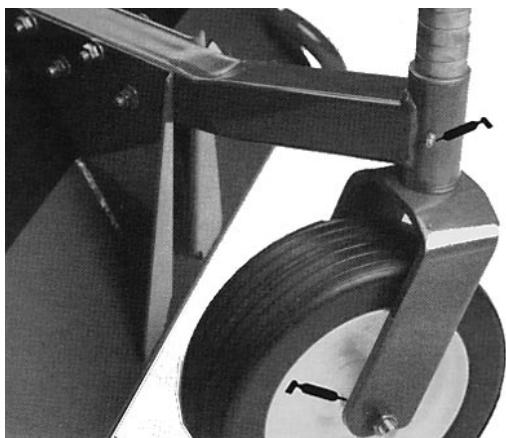
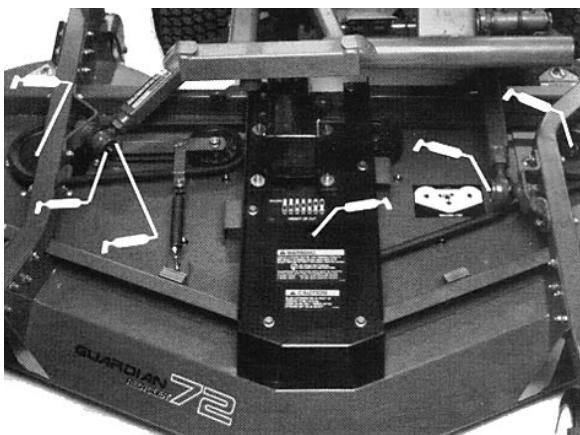

Fig. 5
Fig. 7
1. L'apparato di taglio è provvisto di cuscinetti e boccole che devono essere lubrificati nei seguenti punti: boccole dei fuselli delle ruote orientabili anteriori (Fig. 5); cuscinetti delle ruote orientabili (Fig. 5 e 6); cuscinetti dei fuselli delle lame (Fig. 7); spina della leva di rinvio (Fig. 7), ed i giunti sferici dei bracci di spinta destro e sinistro (Fig. 7).